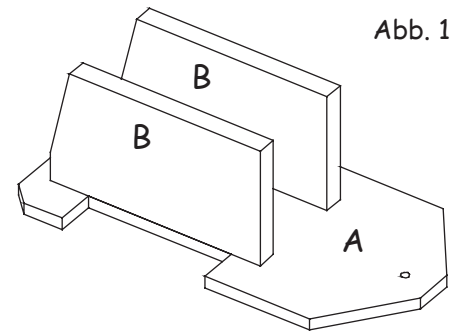

Abb. 1
Die 2 Teile (B) vom Sperrholz (215 / 60 / 10 mm) absägen und auf die Grundplatte (A) leimen (Abb. 1).